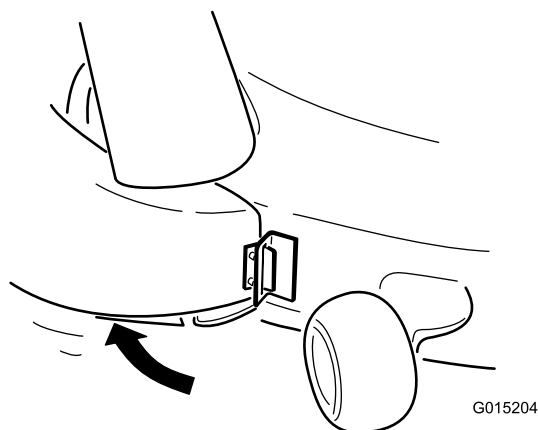

Figure 20
2. Pivotez l'éjecteur en arrière, pour le mettre de niveau avec le plateau de coupe (Figure 20).